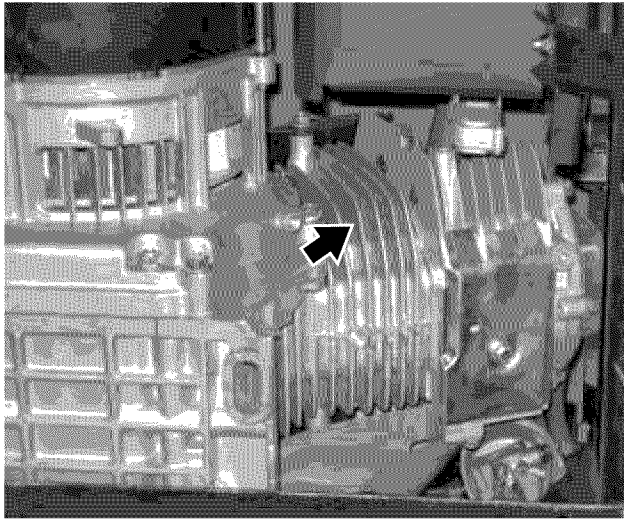

Figura 45 – Aletas de refrigeración del motor
**Limpie todas las aletas de refrigeración del motor.** Use una tela húmeda y un cepillo para aflojar y retirar toda la suciedad que haya sobre o alrededor de las aletas de refrigeración del motor (vea la Figura 45).